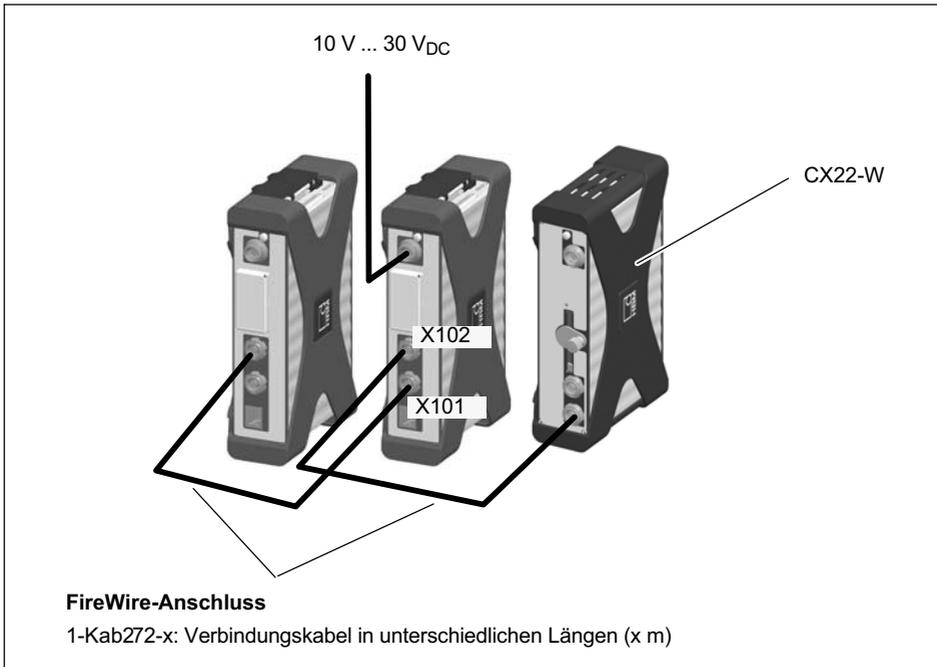

Abb. 6.1 Anschluss von QuantumX-Modulen an den CX22-W-Datenrekorder
Schließen Sie eine Versorgungsspannung von 10 V ... 30 V (DC) an den Anschluss X103 an (siehe Abb. 6.1). Verwenden Sie eine Spannungsversorgung, die genügend Leistung liefern kann. Eine FireWire-Verbindung kann die Spannungsversorgung zu weiteren Modulen leiten (jeweils 1,5 A in beide Richtungen). Daumenregel: 3 Module = 1 Spannungsanschluss. Bei Verwendung von FireWire-Verbindungen müssen alle Versorgungsspannungen identisch sein – im besten Fall eine Quelle oder geregelte gleiche Netzteile.